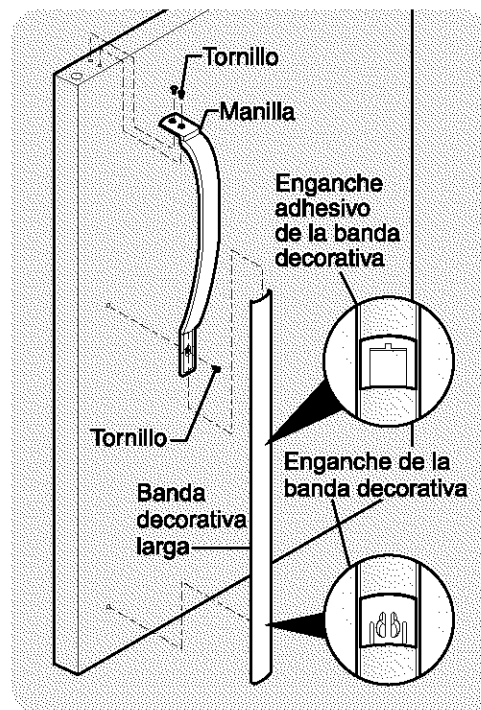
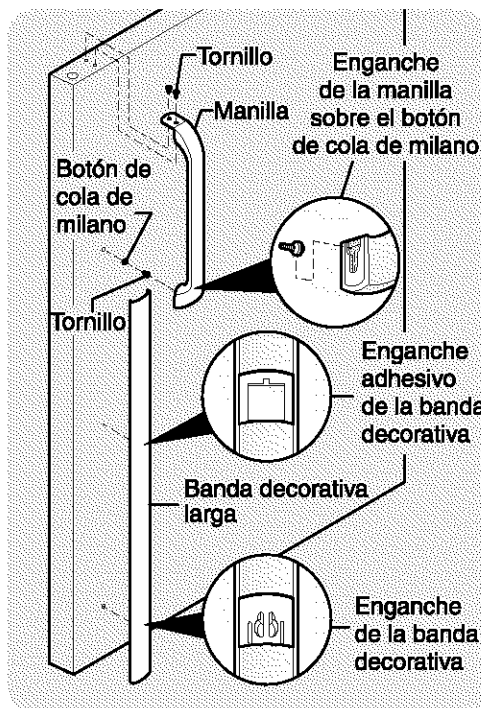

Figura 1
Figura 2
7. Enrolle el exceso de la tubería de suministro de agua (aproximadamente 2½ vueltas) detrás del refrigerador, como se muestra en la figura 1, y arregle la tubería enrollada de manera tal que no vibre o se desgaste por el roce con otra superficie.
En ciertos modelos, la puerta del refrigerador tiene una banda decorativa larga que se extiende desde la parte inferior de la manilla hasta la parte inferior de la puerta. La parte superior de la banda está sujeta al soporte de la manilla (figura 1) o encaja debajo de la base de la manilla (figura 2). En la mitad de la banda hay un "enganche adhesivo". La parte inferior de la banda decorativa se mantiene fija en su lugar mediante un enganche adhesivo o un enganche de dos clavijas que se introducen en un orificio en la parte delantera de la puerta.
Manillas del tipo mostrado en la figura 1
Manillas del tipo mostrado en la figura 2